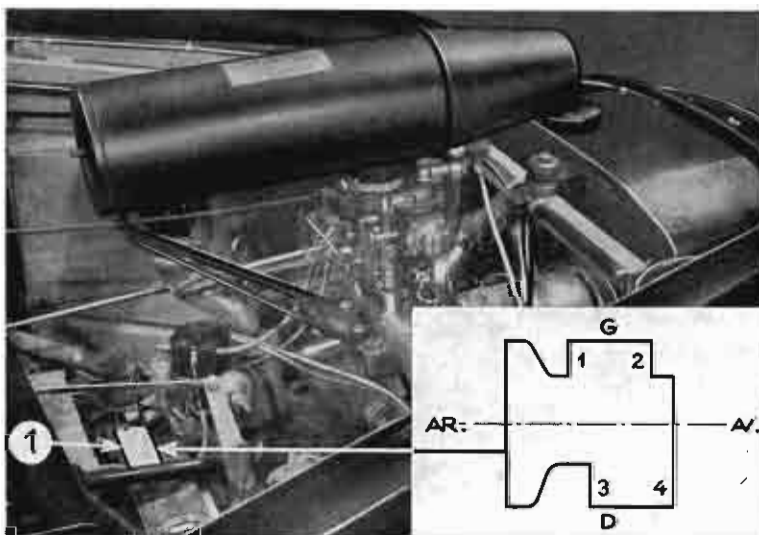

Fig. 32
Ordre d'allumage : 1, 4, 3, 2 indiqué en (1) (figure 32) ainsi que l'emplacement des cylindres sur la plaque de regard du volant moteur.